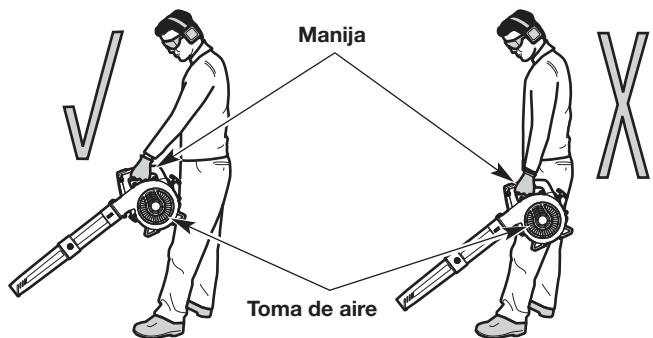

Fig. 13
- Párese en la posición de arranque (Fig. 13). Párese derecho. No se incline sobre el aparato.
- Sostenga la unidad delante y separada del cuerpo (Fig. 13).
**WARNING:** A fin de evitar que se produzcan lesiones graves o daños a la unidad, **NO** sostenga la unidad en su costado (Fig. 13). El motor puede estar muy caliente. **NUNCA** bloquee la toma de aire.